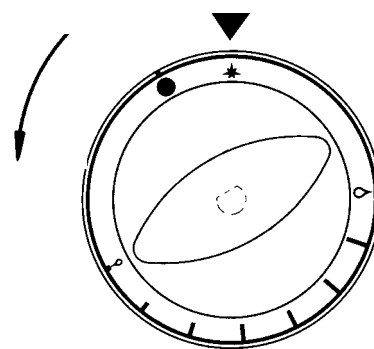

Abb. 1
- Austausch Brennerdüse (Abb.1):
Zum Zünden des Brenners, der am Hahn angeschlossen ist, den Drehschalter ganz eindrücken und in Pfeilrichtung bis auf ★ "ZÜNDBRENNER" (Abb. 1) drehen.